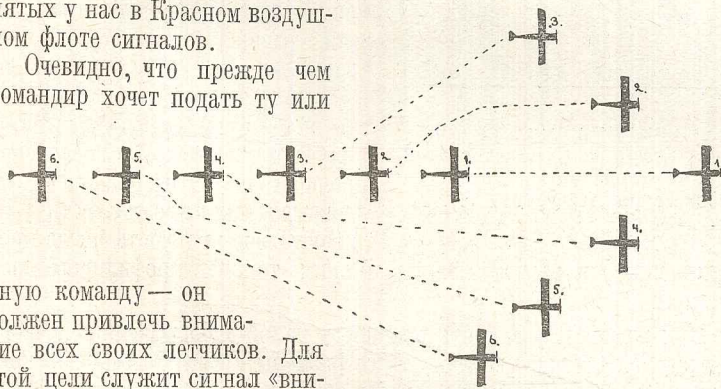

Рис. 8. Перестроение из строя «кильватера» в строй «гусиный».
3. Перестроение из строя гусиного в строй фронта заключается в том, что все самолеты левого и правого уступа выравниваются по одной линии с двумя самолетами, летящими за ведущим. При этом они с разных высот переходят на одинаковую высоту, а ведущий так и остается на 50 мет. ниже и на 50 мет. впереди линии фронта (рис. 8).